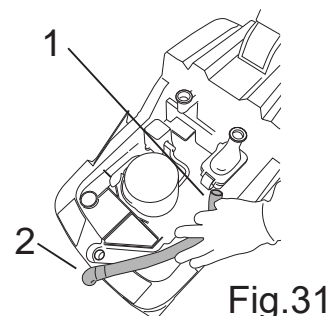

Fig.31
- Desenganche el tubo de la válvula parcializadora (Fig. 31-Ref. 1) y del secador de suelo delantero (Fig. 31-Ref. 2).